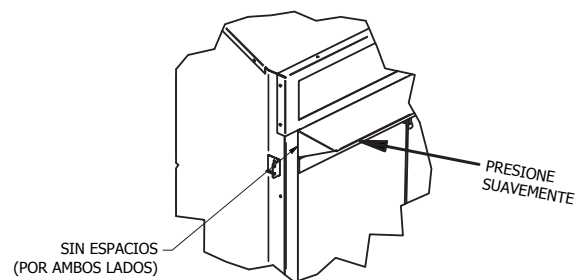

Figura 11a: ensamblaje de la marquesina/campana
3. Empuje la marquesina/campana hacia la chimenea para asegurarse de que no haya espacios entre la marquesina/campana y la chimenea, como se muestra en la Figura 11a.